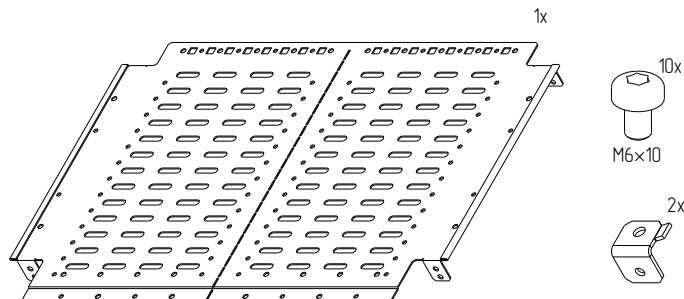

Рисунок 149
4.49.2 Проверить комплектность (рисунок 149).